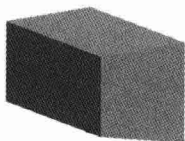
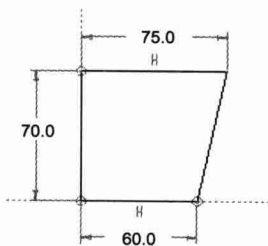
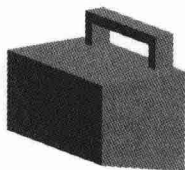

图 2.2 拉伸 1
图 2.3 截面草图
图 2.4 伸出项 标识 66
Step2. 创建图 2.2 所示的实体拉伸特征——拉伸 1。
(1) 选择下拉菜单 **插入(I) → 拉伸(E)...** 命令。
(2) 在绘图区中右击，从弹出的快捷菜单中选择 **定义内部草绘...** 命令，系统弹出“草绘”对话框；选取 RIGHT 基准平面为草绘平面，选取 TOP 基准平面为参照平面，方向为 **左**；单击对话框中的 **草绘** 按钮。
(3) 进入草绘环境后，绘制图 2.3 所示的截面草图。完成后单击“完成”按钮 。
(4) 在操控板中选取深度类型 ，再在深度文本框中输入深度值 115.0，并按回车键。单击“完成”按钮 ，完成特征的创建。
Step3. 创建图 2.4 所示的扫描特征——伸出项 标识 66。